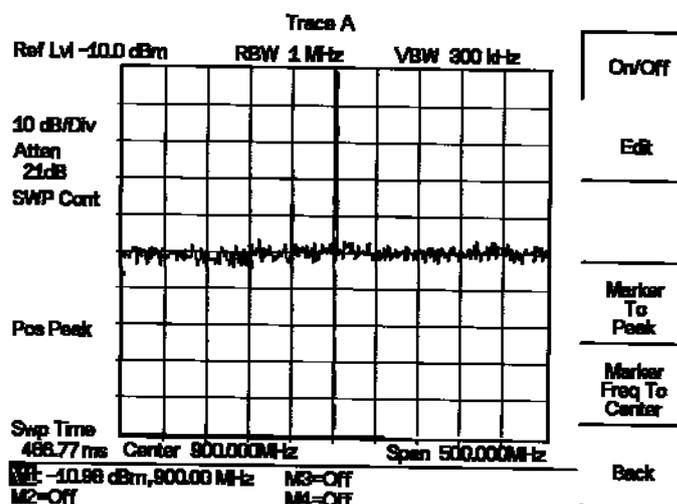

图 2-18 被激活的正常标记
标记读取频率和幅度，并把这些数值显示在显示屏底部的消息区域中。在这种情况下，标记将读取 900 MHz 和大约 -10.00 dBm，如图 2-18 中所示。
- 步骤 4. 读取由所选择的标记识别的频率和幅度数值。这些数值被显示在显示屏底部的消息区域中(图 2-18)。当前标记被加亮。